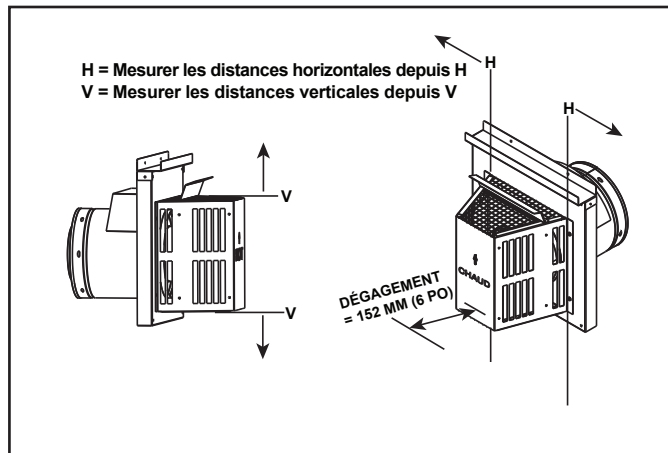

Figure 4.3
- Mesurez les dégagements des chapeaux des extrémités horizontales et verticales comme indiqué à la figure 4.3 et 4.4